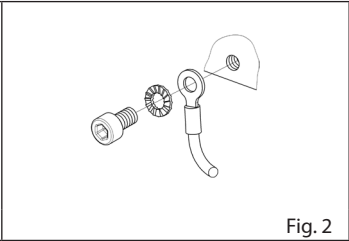
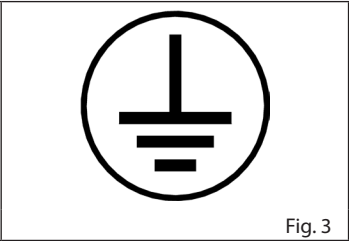

Fig. 2
Fig. 3
- 4.11 **Pumpen må være jordet** ved hjelp av det spesielle tilkoblingselementet som består av en skrue i rustfritt stål og en tannskive av rustfritt stål (fig. 2), festet til sidedekselet gjennom det gjengede hullet som er merket på etiketten med jordsymbolet (fig. 3), som også er angitt i bruks- og vedlikeholdshåndboken og på teknisk datablad (når dette finnes). Lederen som brukes må ha tilstrekkelig snitt (omtrent samme snitt som lederne i motorens strømkabel) og må ikke utsettes for mekanisk belastning.